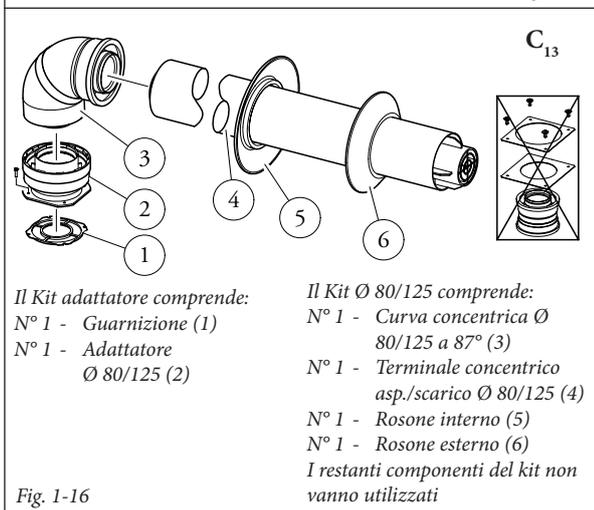

Fig. 1-16
**Kit orizzontali di aspirazione - scarico Ø 80/125.** Montaggio kit (Fig. 1-16): per l'installazione del kit Ø 80/125 occorre utilizzare il kit adattatore flangiato per poter installare il sistema fumario Ø 80/125. Installare l'adattatore flangiato (2) sul foro centrale della caldaia interponendo la guarnizione (1) posizionandola con le sporgenze circolari verso il basso a contatto con la flangia di caldaia e serrare con le viti presenti nel kit. Innestare la curva (3) con lato maschio (liscio) sino a portarla in battuta sull'adattatore (1). Innestare il tubo terminale concentrico Ø 80/125 (5) con lato maschio (liscio), nel lato femmina della curva (4) (con guarnizioni a labbro) sino a portarlo in battuta, accertandosi di avere già inserito il relativo rosone interno (6) ed esterno (7), in questo modo si otterrà la tenuta e la giunzione degli elementi che compongono il kit.